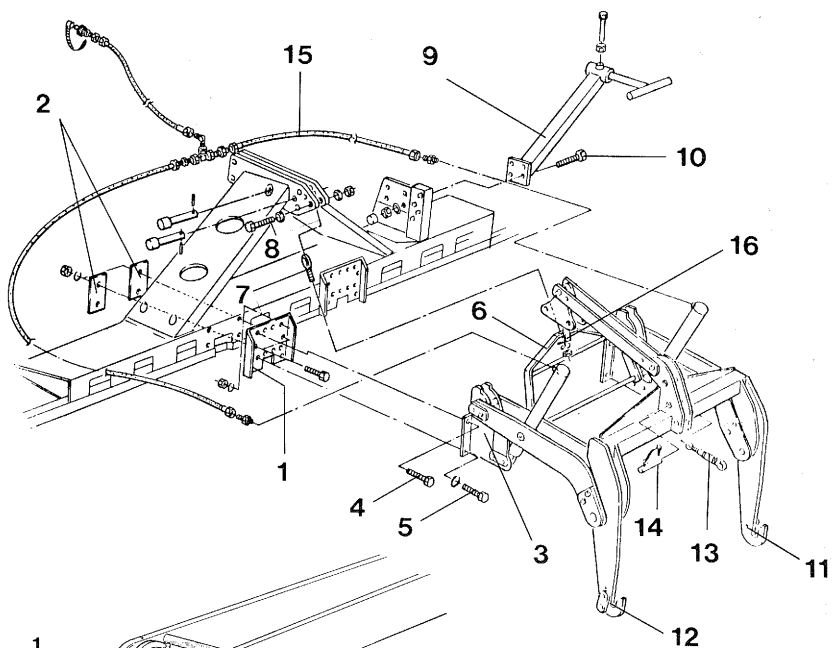

Fig. 33
- Visser à l'extérieur du châssis deux plaques de fixation (fig. 33/1) avec pour chacune d'elles deux renforts (fig. 33/2).
- Fixer les chapes d'attelage (fig. 33/3) aux plaques de fixation du VIBRAZONE. Pour ce faire, utiliser : dans les perçages du haut 3 vis 6 pans M12x40 (fig. 33/4) avec rondelles grower et écrous 6 pans ; dans les perçages du bas 3 vis 6 pans M12x25 (fig. 33/5) avec rondelles grower.
- Fixer le cadre de renfort (fig. 33/6) à la chape d'attelage supérieure du VIBRAZONE au moyen de la vis de tension (fig. 33/7) et de la vis 6 pans M20x100 (fig. 33/8).
- Fixer chaque butée latérale (fig. 33/9) au moyen de 4 vis 6 pans M12x20 (fig. 33/10), rondelles et écrous autobloquants sur les supports de réglage du rouleau-packer.
- Accrocher les bras d'attelage rapide (fig. 33/11) aux tourillons d'attelage inférieurs du semoir, glisser de chaque côté les sécurités (fig. 33/12) sur les tourillons des bras d'attelage inférieurs et verrouiller en sécurité avec des goupilles agricoles. Peuvent être attelés, les semoirs avec bras d'attelage inférieurs cat. II.
- Fixer le tirant supérieur court (200-260 mm, fig. 33/13) à la chape d'attelage supérieure du semoir et au cadre du “Portacourt” au moyen de l'axe Ø 25x100 mm (fig. 33/14) et mettre la machine d'aplomb.
- Mettre en place le flexible hydraulique pré-assemblé (fig. 33/15) et le raccorder aux vérins. La tôle de sécurité (fig. 33/16) empêche la translation du flexible hydraulique vers l'arrière.